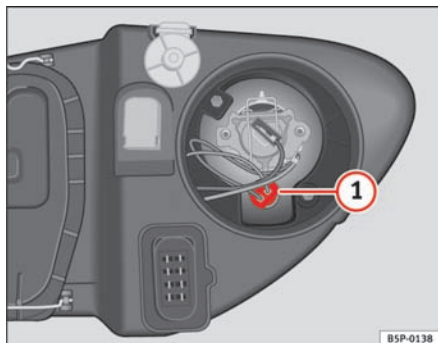

Fig. 184 Positionsllys
- Tag fatningen ⇒ fig. 184 **1** ud.